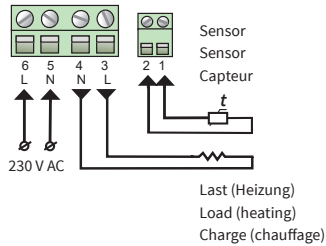

Abb. 1 / Fig. 1 / fig. 1
Die Anschlussleitung von Heizkreis oder Heizmatte ist an die Klemmen 3 und 4 anzuschließen; der gelb-grün ummantelte Erdungsdraht ist über eine externe Anschlussklemme (nicht im Lieferumfang enthalten) mit der Schutzerdungsleitung (PE) zu verbinden (Abbildung 1).
The heating element installation wires are to be connected to terminals 3 and 4; the screening braid output (yellow-green wire) – to the protective earthing (PE) line via the external terminal contact (not included in the scope of delivery) (Figure 1).
Les fils d'installation des éléments chauffants doivent être connectés aux bornes 3 et 4 ; la sortie de la tresse de blindage (fil jaune-vert) - vers la ligne de terre de protection (PE) via le contact terminal externe (non compris dans la livraison) (figure 1).